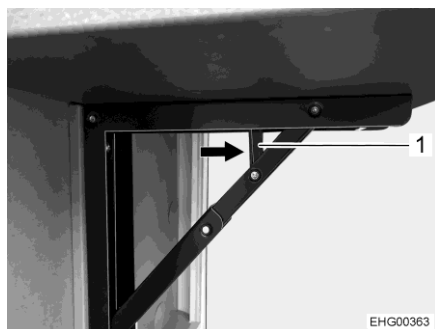

Fig. 42 Sblocco
- Spingere lo sblocco (Fig. 42,1) nella direzione della freccia.